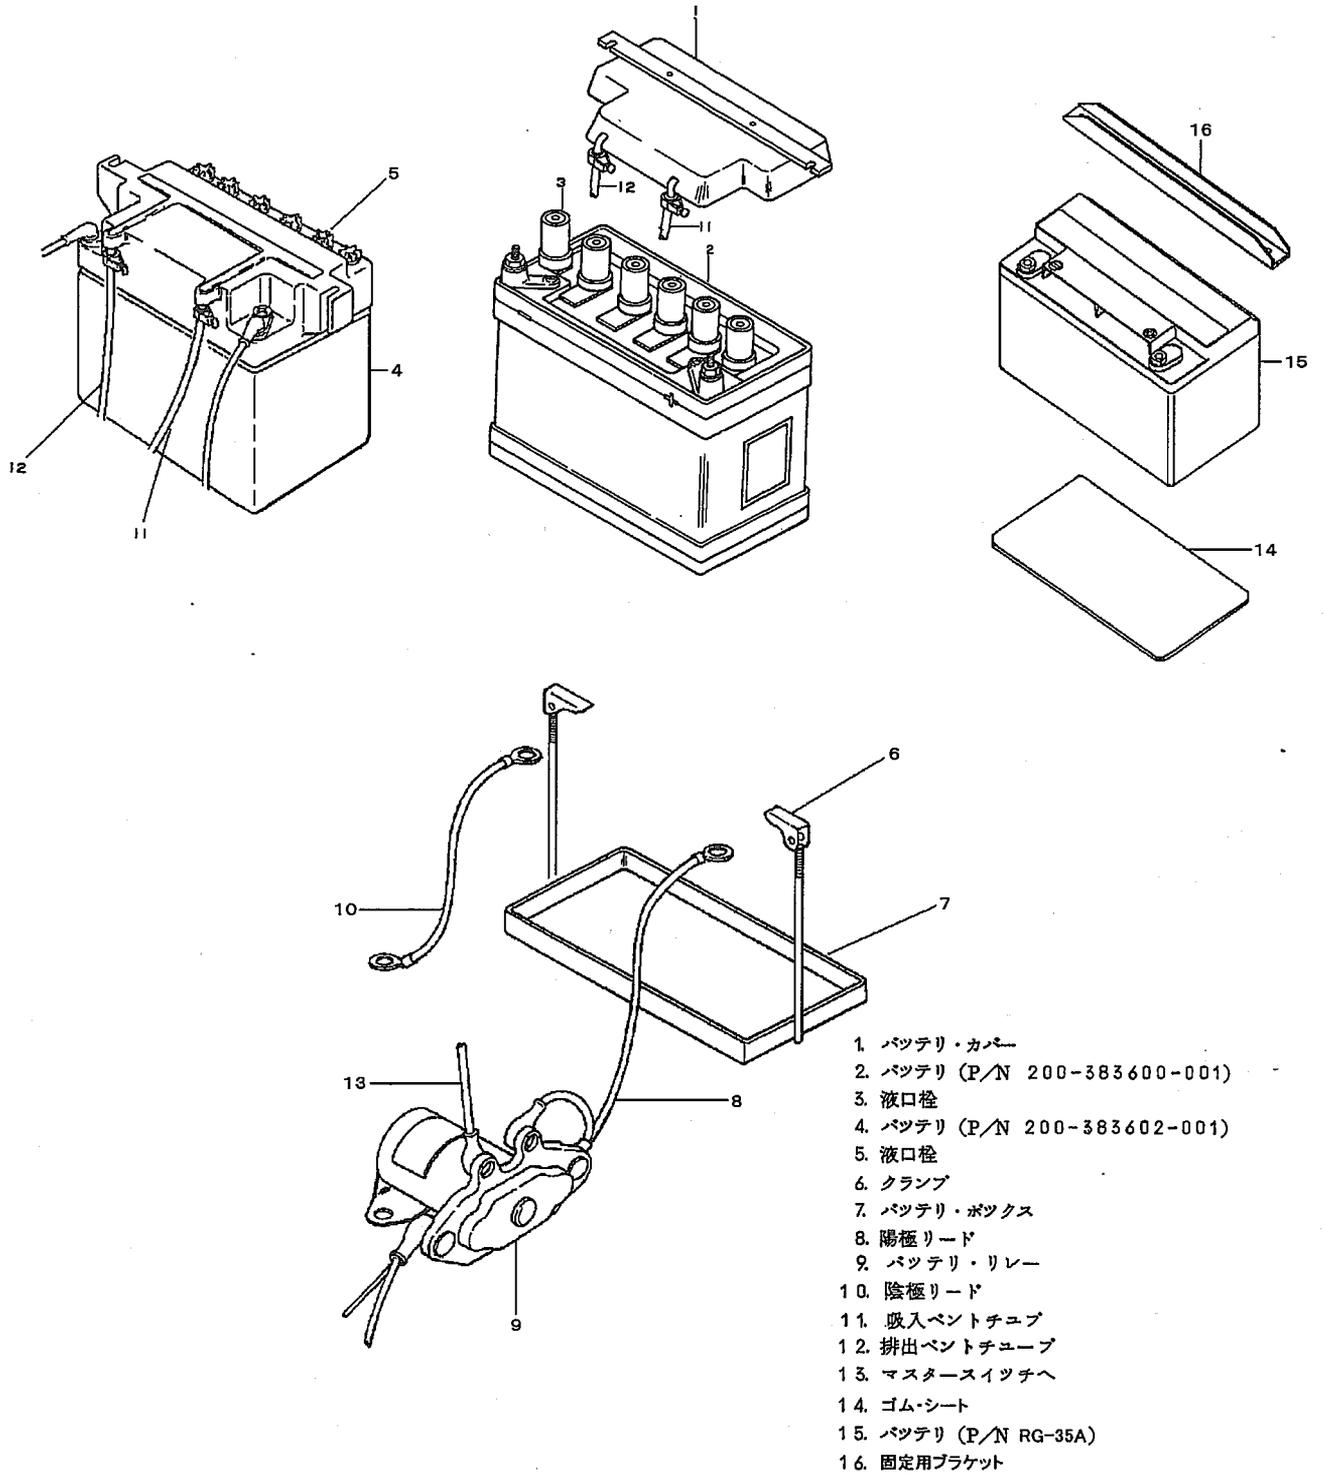

図 10-1 バッテリーの概要
##### 10-4-1 概要 (図10-1 参照)
## 10-4-3 バッテリーの取りはずし(図10-1参照)
- a バッテリー 200-383600-001 (2, 図 10-1) の場合は、規定液面は液口内下部の口印の面を越えず液口内下端以上でなければならない。(図 10-2 参照)
- b バッテリー 200-383602-001 (4, 図 10-1) の場合は、液面は常に“UPPER LEVEL”と“LOWER LEVEL”との間にあること。
- (6) つぎに述べる a ~ d 項の手順はバッテリー 200-383600-001 (2, 図 10-1) のみに適用する。